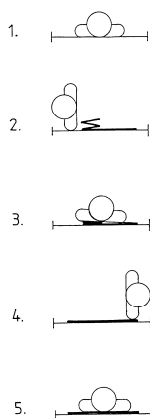

Abb. 8
- Dann Gurtlaschen von außen nach innen unter die Oberschenkel legen; dazu können die Beine leicht angewinkelt werden (**Abb. 8, 9**).